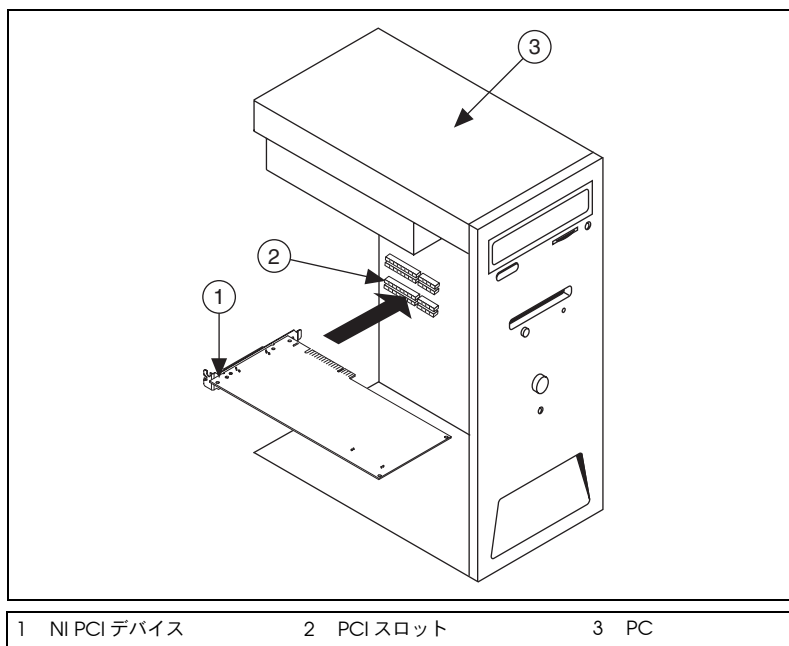

図 1 PCI の取り付け
4. 図 1 に示すように、未使用の PCI スロット（全長）にデバイスを差し込みます。